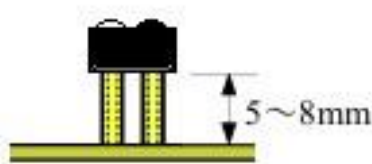
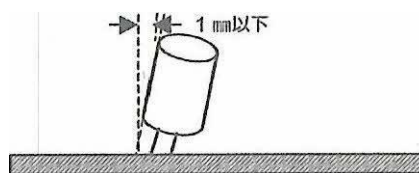

図8 取り付けの高さ
図9 曲がりの範囲
(4) フォトリフレクタは基板に対して垂直に取り付けること。また、高さについては絶縁チューブに合わせること（図8）。部品の曲がりの範囲は図9に示すとおりとする。